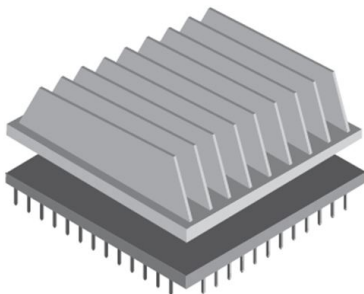
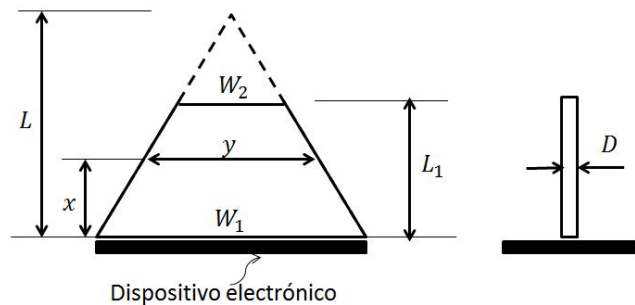

Figura 1: Disipador de calor
Figura 2: Geometría de la aleta
**Problema de disipador de calor:** Un disipador de calor esta adjunto a un componente electrónico con el objeto de disipar el exceso de calor generado por el dispositivo y prevenir un sobrecalentamiento del mismo (Ver Figura 1). Un esquema de una de las aletas disipadoras se muestra en la Figura 2. La geometría de la misma es del tipo trapezoidal, la cual tiene en su base un ancho  $W_1$  y en su parte superior  $W_2$ . La altura es  $L_1$  y su profundidad o ancho es  $D$ . La distribución de temperatura en la aleta está gobernada por un análisis 1-D de la ecuación del calor en un sólido. El análisis incluye una relación empírica que involucra un coeficiente de calor convectivo  $H$ . Esta relación se introduce para separar la conducción dentro del sólido con la transferencia de calor a través del aire que rodea la aleta. Este coeficiente se determina en forma experimental o por métodos numéricos, tales como CFD. En consecuencia, la ecuación que gobierna la distribución de temperaturas  $u(x)$  es la siguiente:
**Ejercicio 7. (Aula)** Considere un disipador de calor, cuyas dimensiones, según la geometría de la Figura 2, son:  $W_1 = 2\text{cm}$ ,  $L = 6\text{cm}$ ,  $L_1 = 4\text{cm}$  y  $D = 0.2\text{cm}$ . Las propiedades térmicas del material son conocidas:  $k = 2.04\text{W}/(\text{cm}\cdot^\circ\text{C})$  y  $H = 6 \cdot 10^{-3}\text{W}/(\text{cm}^2\cdot^\circ\text{C})$ . Sabiendo que la temperatura del dispositivo eléctrico es de  $200^\circ\text{C}$  y la temperatura exterior es de  $40^\circ\text{C}$ :